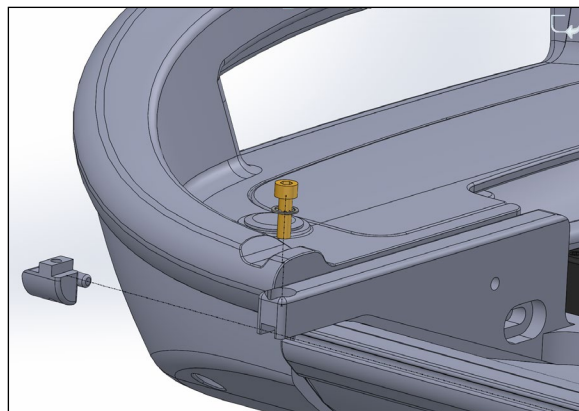

图 48
3. 将 P/N 2007780 和 2007805 上的销钉滑动到 CT 床板边缘的槽中, 如图 48 所示。